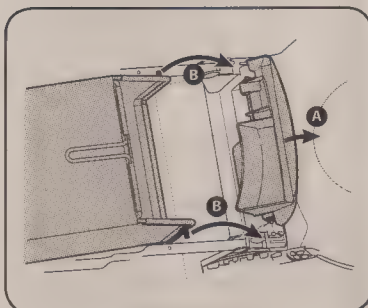

Figura 2-9
2. Siga los pasos a continuación para ensamblar el colector de césped. Vea la Figura 2-9.